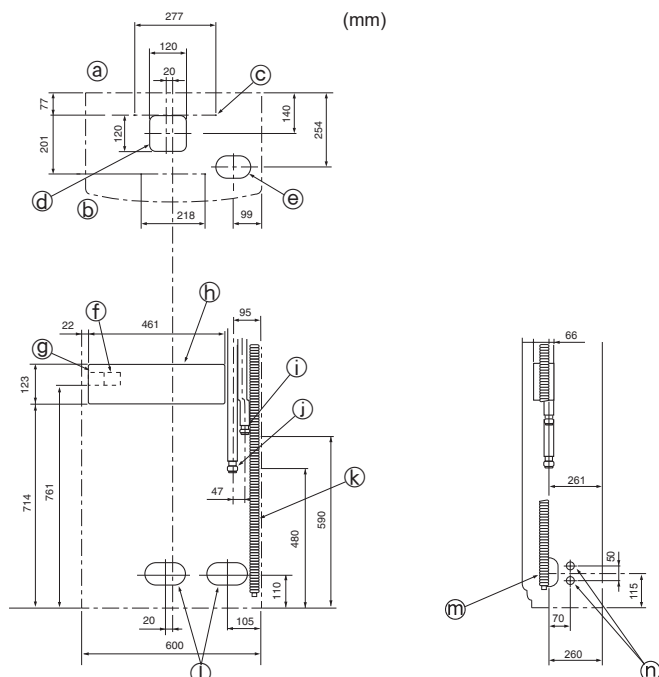

Fig. 4-3
4.3. Położenie rur czynnika chłodniczego i spustowej (Fig. 4-3)